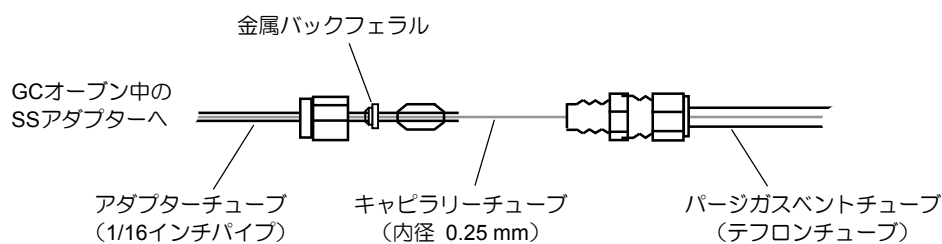
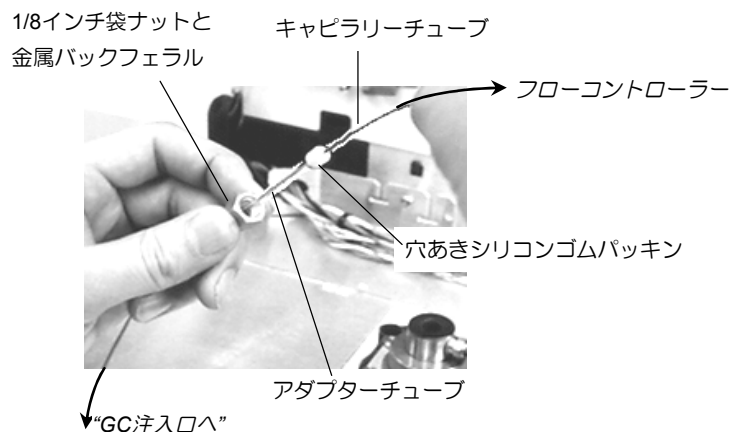

Fig.3.4 アダプターチューブへのキャピラリーチューブ挿入
Fig. 3.5 アダプターチューブへのキャピラリーチューブの挿入
- ③ アダプターチューブにパージラインキットから出ているキャピラリーチューブを差し入れ、突き当たるまで挿入してください (Fig. 3.4, Fig. 3.5 参照)。